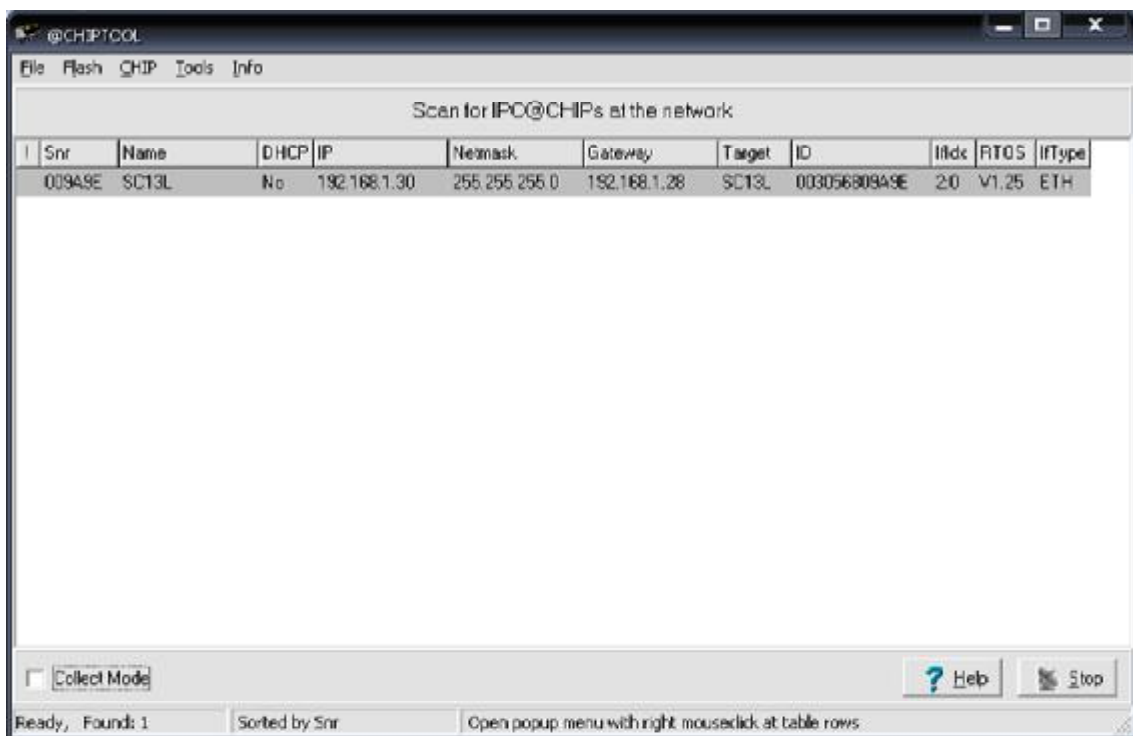

Рисунок 9. Отображение найденных в ЛВС ретрансляторов
2.4.11 Программа автоматически производит поиск ретрансляторов в сети. Если ретранслятор найден, через 4 с он отобразится в строке основного окна программы (рисунок 9). Программа отображает все ретрансляторы, которые в настоящий момент подключены к ЛВС.